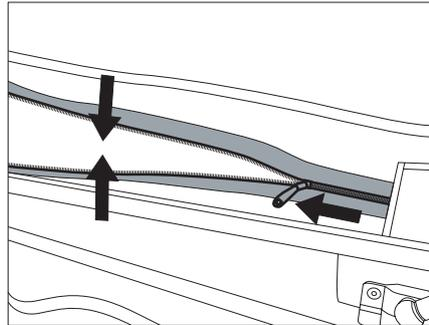

Bild 32 Reißverschluss entlasten
- ▶ Aufstelldach etwas nach unten ziehen und Reißverschluss schließen (Bild 32).